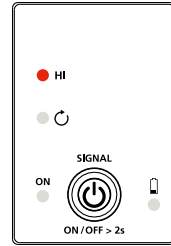

Abbildung 3.1d: Senderanzeige zeigt Signal im Signalmodus Stark (HIGH/HI)
3. Der Signalmodus Stark (HIGH/HI) wird automatisch aktiviert, wenn der Sender eingeschaltet ist. Ein Bildschirm wie in Abbildung 3.1d erscheint.